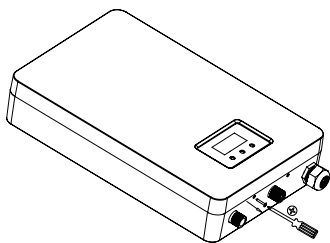

Figur 2
- 2.1. Bestimmen Sie die Installationsposition des Durchlauferhitzers. Die Höhe des Lochs vom Boden beträgt 1,5 bis 1,7 Meter. Bohren Sie mit einem Bohrhammer ($\varnothing 6\text{mm}$ -Bohrer) 4 Löcher mit einer Tiefe von 30mm (diese Tiefe darf die Dicke der Wand nicht überschreiten) in die tragende Wand und messen Sie den Abstand zwischen den Löchern und den Abstand der Aufhängeplatten. Dann werden die Gummipartikel vollständig in das Wandloch getrieben und die Montageplatte mit einer Linsenkopfschraube an der Wand befestigt. siehe Figur 2.